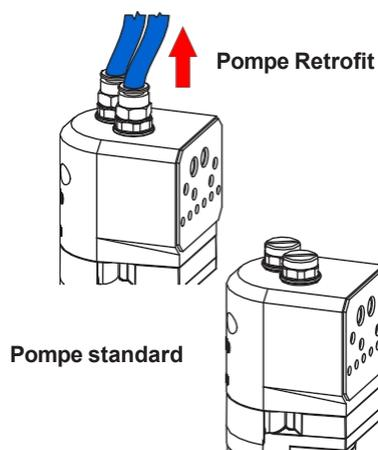

Figure 15 Démontage du tuyau d'air de purge
1. Voir la figure 15. Effectuer un changement de couleur pour éliminer la poudre usagée de la pompe, puis relâcher la pression d'air du système et débrancher le tuyau d'air de purge.